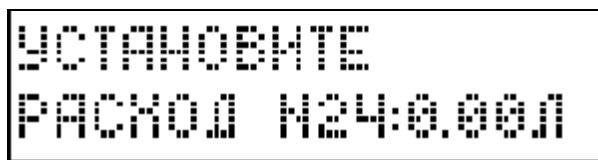

Рис. 52
- Ввести номер калибруемого датчика, например, №24 и нажать **ввод**, после чего на дисплей выводится сообщение (Рис. 52).